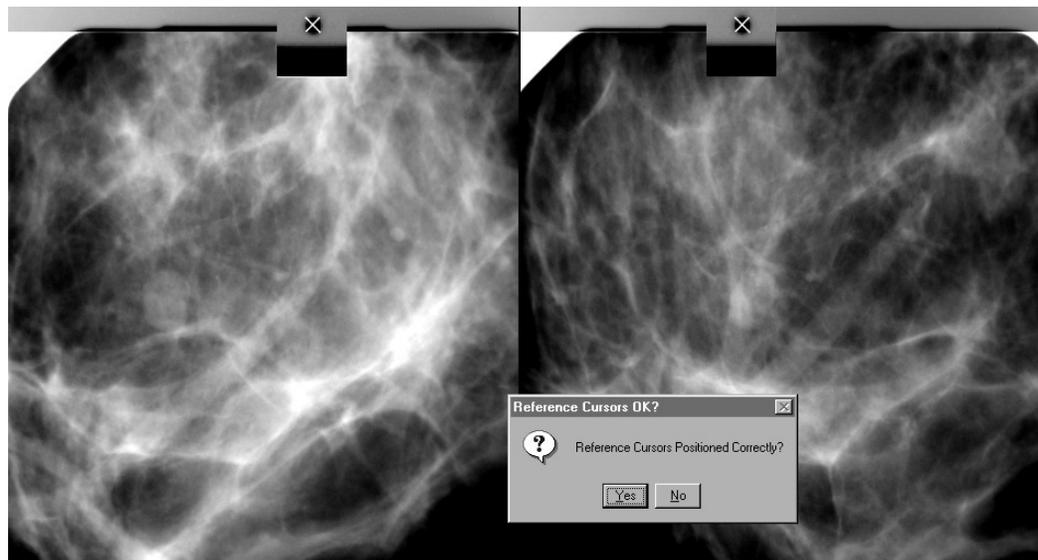

Figura 5-5: Cursor del orificio de referencia: ejemplo de colocación correcta
- Si ambas marcas están en las imágenes de los orificios de referencia (consulte la Figura 5-5), haga clic en el botón **Yes** y vaya a “Marcación de la lesión en la primera imagen,” página 45.